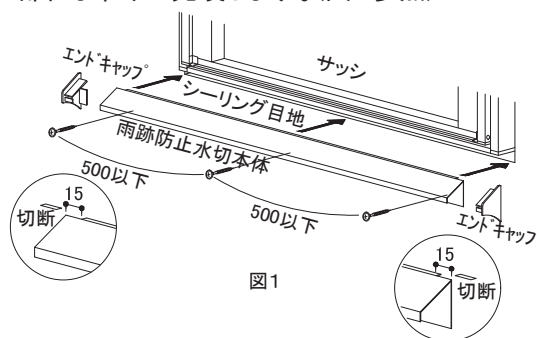

図1
- 本体鋼板部材を、シーリング目地の端部よりも両端15mm程度ずつ長くなるように切断し、切断小口にバリや変形が見られる場合は修正してください。両端の15mm程度長く取った部位は、シーリング目地挿入部を切断してください。(図1参照)
同梱専用ビスは、最低両端部の2ヶ所以上、中間部は500mm以下の間隔で、背板の下端より8~10mmの位置に取り付けます。(図1、図2参照)